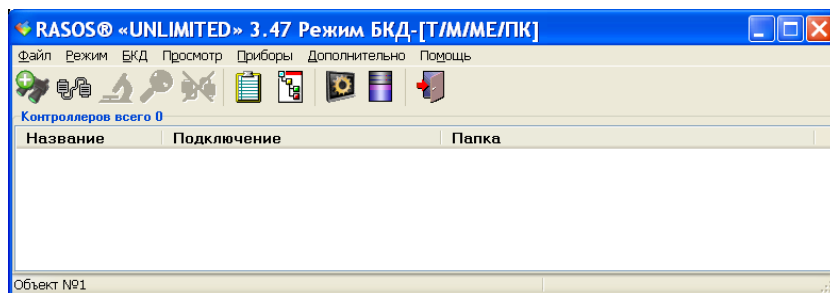

Рисунок 5 - Добавление нового объекта
4) Загрузить программу RASOS в ПЭВМ. В программе RASOS выбрать пункт меню «Поиск»  (рисунок 5).